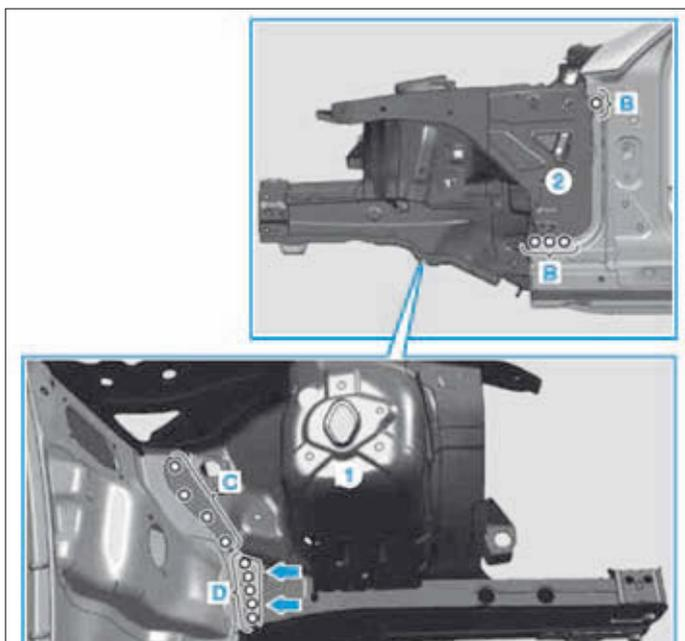

FIG. 49
- Percer sur le passage de roue avant (1) et sur la tôle de fermeture (2) des trous de rivet de Ø 6,7 mm :
- dans les zones (A, B, C et D) (Fig.49),